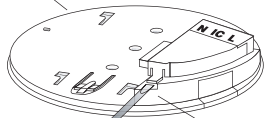

Abb. 4
3. Heben Sie die Kabelabdeckung ab, wie in Abbildung 4 gezeigt.
Um die Warnmelder miteinander zu vernetzen, verbinden Sie sämtliche IC-Anschlüsse wie in Abbildung 4 gezeigt miteinander.
4. Falls die Netzleiter unter Putz verlaufen, führen Sie die Drähte durch das rückseitige Loch in der Montageplatte durch, wie in Abbildung 4 gezeigt.
(a) Positionieren Sie die Montageplatte so, dass die Kabelführung, wie in Abbildung 4 gezeigt, verläuft.